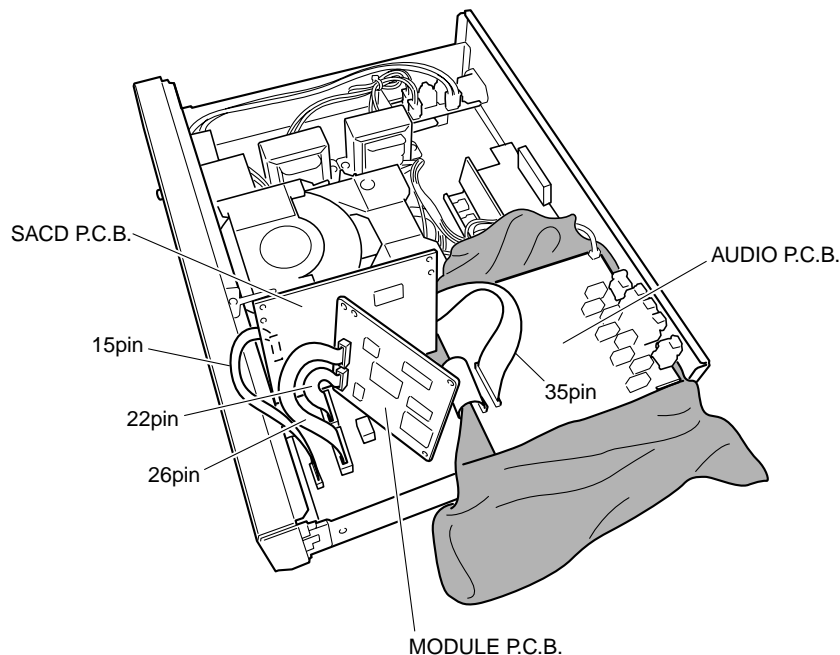

Fig. 14
- With the top cover, inner cover and support/P.C.B. removed, spread cloth over the MAIN P.C.B. and place the AUDIO P.C.B. on it. Set the SACD P.C.B. and MODULE P.C.B. with their right side upward. (Fig. 14)
- トップカバー、インナーカバー、サポート/P.C.B.を外した状態にします。MAIN P.C.B.の上に布を敷き、AUDIO P.C.B.を乗せます。SACD P.C.B.およびMODULE P.C.B.の右側を上にして立てます。(Fig. 14)